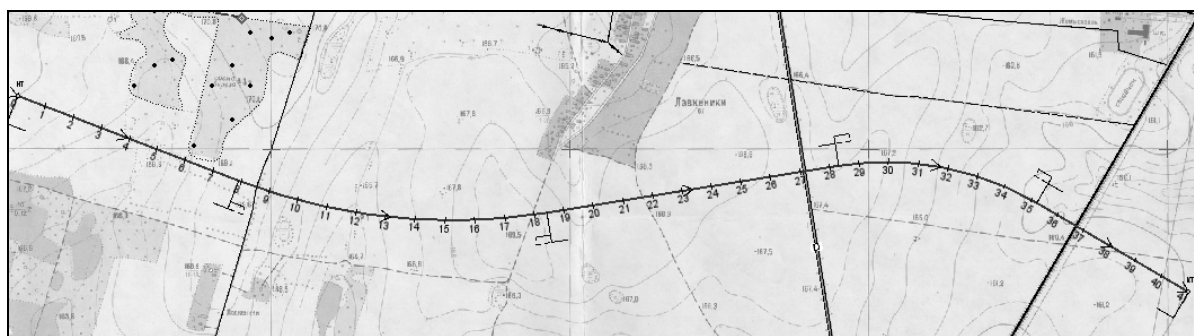

Рис. 5.1. Вариант построения трассы
5.4. Примените выполненные построения (рис. 5.1).